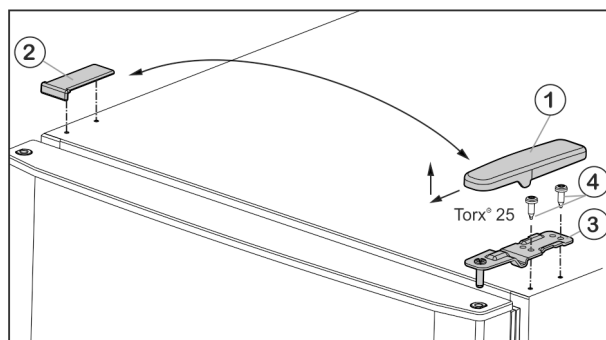
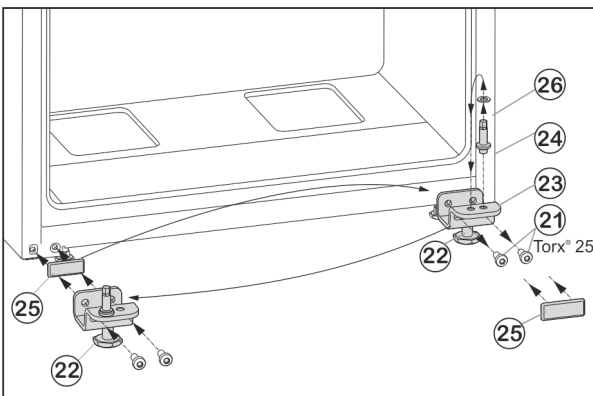

Fig. 5
Fig. 7
- ▶ Изтеглете покритието Fig. 5 (1) напред и нагоре.
- ▶ Свалете покритието Fig. 5 (2).
- ▶ Развийте горната лагерна стойка *Fig. 5 (3)* с (2 x Torx® 25) *Fig. 5 (4)* и издърпайте нагоре.
- ▶ Развийте закрепващите винтове *Fig. 7 (21)*.
- ▶ Свалете долната лагерна опора *Fig. 7 (23)* заедно с лагерния болт *Fig. 7 (24)*, шайбата *Fig. 7 (26)* и крака *Fig. 7 (22)*.
- ▶ Развийте лагерния болт *Fig. 7 (24)* заедно с шайбата *Fig. 7 (26)*, поставете го в срещуположния отвор за лагерната опора и го завийте отново.
- ▶ Внимателно свалете покриващата плоча *Fig. 7 (25)* и я преместете на срещуположната страна.
- ▶ Отново завийте долната лагерна опора *Fig. 7 (23)* заедно с лагерния болт *Fig. 7 (24)*, шайбата *Fig. 7 (26)* и крака *Fig. 7 (22)* върху новата страна на пантите, евент. с помощта на акумулаторна отвертка (с 4 Nm).
- ▶ Поставете долната врата отгоре върху лагерния болт *Fig. 7 (24)*.
- ▶ Поставете средната лагерна опора (13), завъртяна на 180° в долната врата и я завийте със закрепващите винтове (11) (2 x Torx® 25) върху новата шарнирна страна (с 4 Nm).
- ▶ Поставете отново пластмасовия диск (10).
- ▶ Поставете горната врата върху лагерната опора в средата (13).
- ▶ Поставете горната лагерна опора *Fig. 5 (3)* върху новата страна на шарнира във вратата.
- ▶ Затегнете горната лагерна опора **здраво (с 4 Nm)** (2 x Torx® 25) *Fig. 5 (4)*. Евентуално използвайте акумулаторна отвертка.
- ▶ Поставете капака *Fig. 5 (1)* от срещуположната страна отвън и го фиксирайте.
- ▶ Поставете капака *Fig. 5 (2)* също от срещуположната страна отгоре и го фиксирайте.
- ▶ Развийте крака *Fig. 7 (22)* на лагерната опора долу *Fig. 7 (23)*, докато опре върху пода.